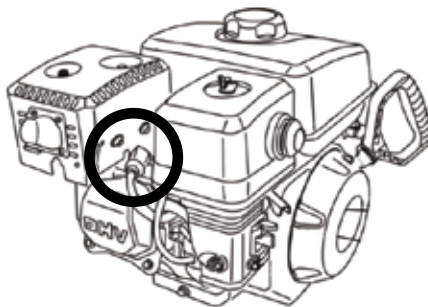

Рис. 14
1. Отсоедините провод от свечи (**рис. 14**), свечным ключом отверните свечу.